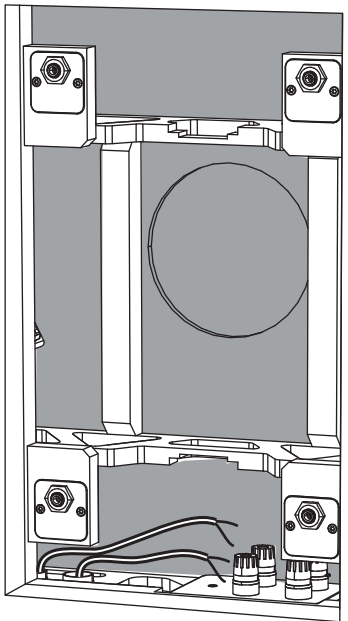

Fig. 7. Gipsvägg borttagen från öppningen
4. Efter installationen av gipsskivan skär du försiktigt ut hålet i gipsskivan med ett lämpligt handverktyg, med hjälp av öppningen i den bakre burken som guide (fig. 7). Var noga med att inte skära inuti den bakre burkens öppning eller skära av högtalarkablarna. Se till att gipsskivans öppning inte är större än öppningen på baksidan. Ta bort allt damm eller skräp från den bakre burken.